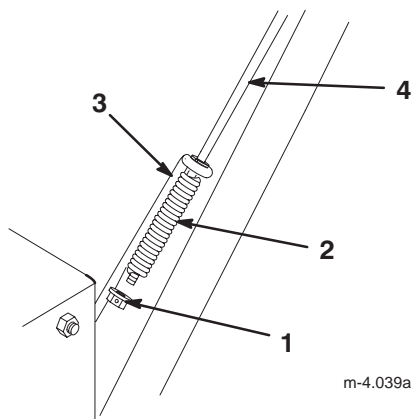

Figure 7
1. Glissez le ressort sur le bas de la tige de traction supérieure (Fig. 7).
2. Vissez un contre-écrou à embase (embase vers le haut) sur le bas de la tige de commande de traction supérieure, sous le ressort (Fig. 7).